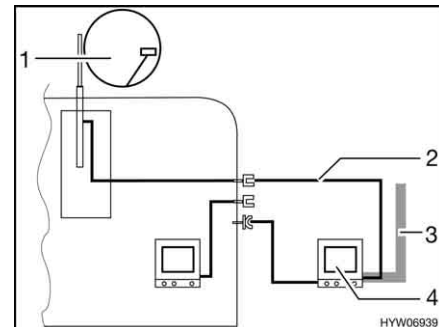

Bild 172 TV i förtältet
- TV i förtältet (Bild 172,4): Anslutning till takantenn (Bild 172,1) med anslutningskabel (Bild 172,2)
- TV i förtältet (Bild 172,4): Anslutning till extern antenn (Bild 172,3)